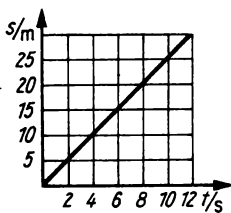

Bild 9
- 2.18** Berechnen Sie die Geschwindigkeit des Körpers, dessen Bewegung das Diagramm (Bild 9) darstellt.